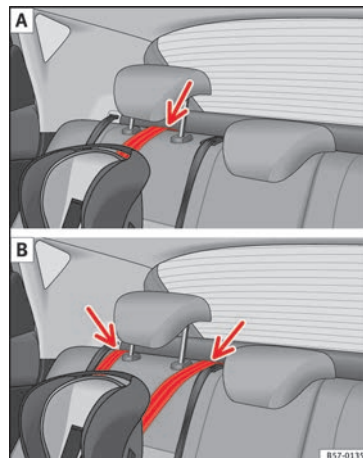

Fig. 33 Sangle de fixation : réglage et montage en fonction de la ceinture Top Tether.
- Placez la courroie sous l'appui-tête du siège avant » **fig. 33** (en fonction des instructions du siège, relevez ou retirez l'appui-tête si nécessaire).